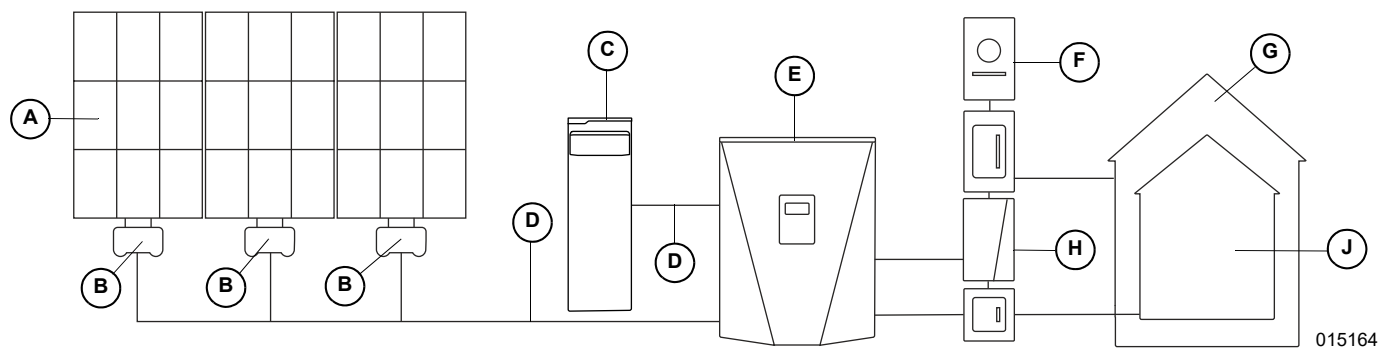

Figura 2-3. Ejemplo del sistema PWRcell de Generac
El inversor PWRcell usa la nanored REbus™ de 380 V CC para conectarse a dispositivos PWRcell con acoplamiento de CC. La nanored REbus automatiza y regula el flujo de la energía para permitir la instalación lista para usar y la operación de los equipos PWRcell. Para obtener más información acerca de REbus, visite www.generac.com. En la Figura 2-3, el inversor PWRcell (E) está directamente conectado a los optimizadores PV Link (B) y a la batería PWRcell (C) en las líneas de CC (REbus) (D). A la derecha del inversor se encuentran las líneas de CA para la red (F), las cargas domésticas (G), ATS PWRcell (H) y cargas y respaldo (J).